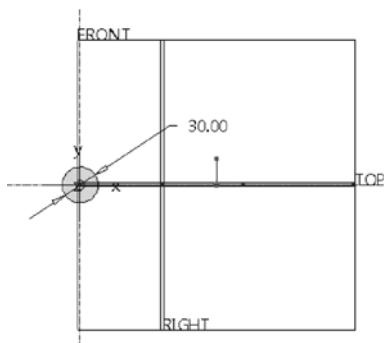

图 7-28 绘制剖面 1
- 8 在“截面”面板中单击“草绘”按钮，进入草绘模式。单击“草绘视图”按钮后，绘制如图 7-28 所示的剖面 1（开始截面），然后单击“确定”按钮。